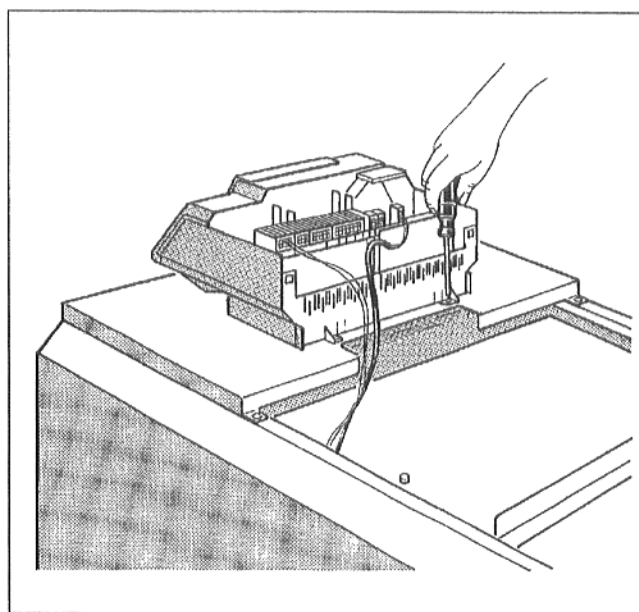

Рис. 8: Привинчивание устройства регулирования
- Привинтить устройство регулирования двумя винтами к переднему кожуху котла (Рис. 8).